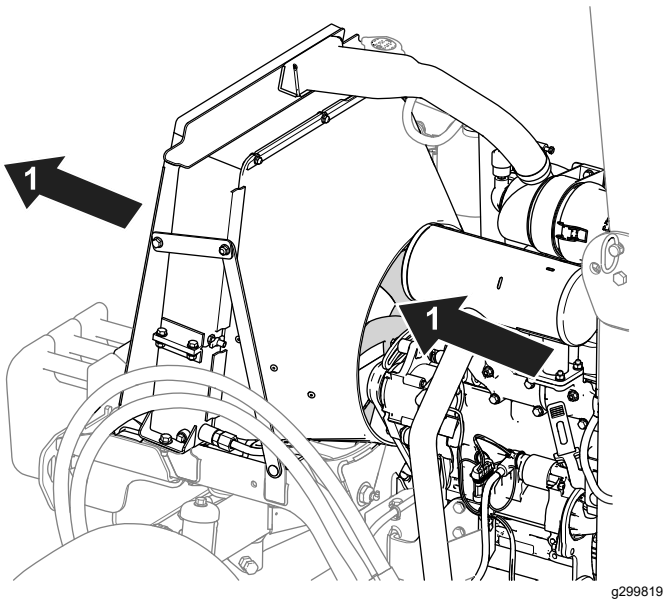

図 69
- ラジエターの冷却フィンの清掃は圧縮空気で行ってください。機体内部から外部にむかってエアを吹き付けます 図 69。